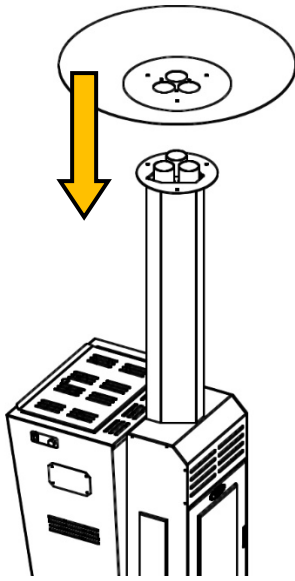

Abb. 4
- 3 Die Halteplatte und die untere Parabel auf die Rohre legen und mit den mitgelieferten Flügelmuttern befestigen (Abb.4)